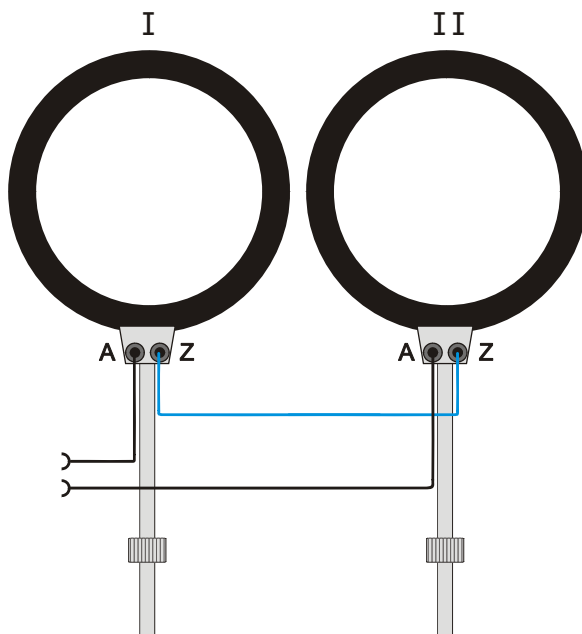

Fig. 1.1 Reihenschaltung
- Bei Reihenschaltung Buchse Z der Spule 1 mit Buchse Z der Spule 2 verbinden (siehe Fig. 1.1).